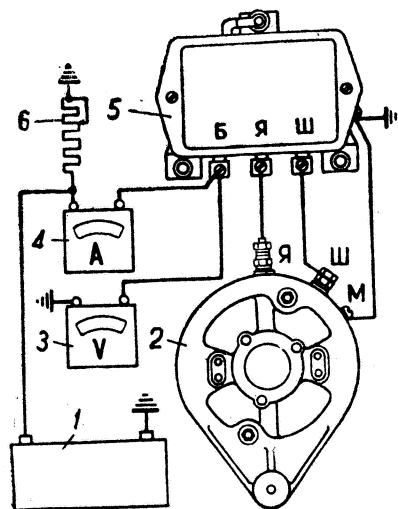

Рис. 49. Схема проверки регулятора напряжения и ограничителя тока.
2. Включите контрольный вольтметр между клеммой «Б» реле-регулятора и массой (рис. 49).